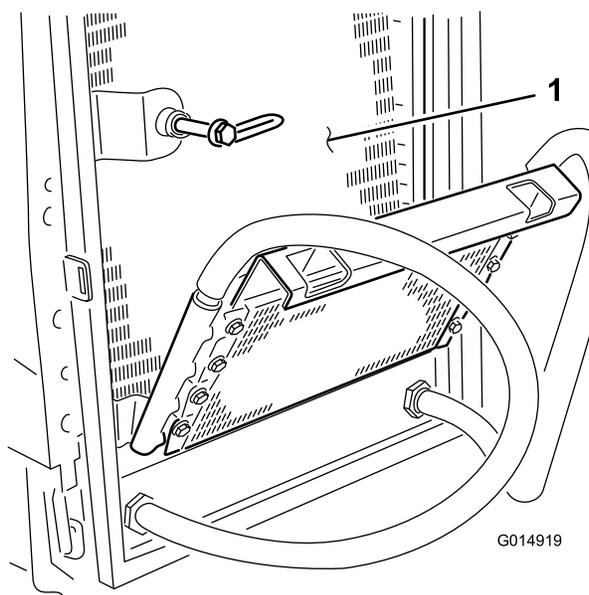

図 44
8. オイルクーラの両面を丁寧に清掃する。ラジエターとオイルクーラが十分にきれいになったら、機体の他の部分にたまっているゴミを、圧縮空気ですて除去する 図 44。